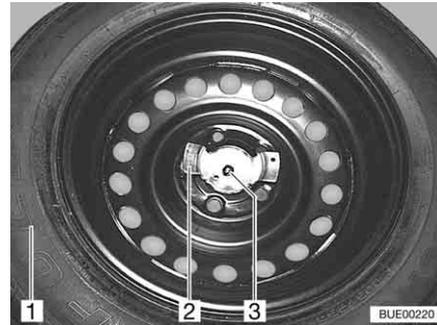

Bild 253 Ersatzrad-Befestigung
- Die beiden Muttern (Bild 253,2 und 3) abschrauben.
- Das Ersatzrad (Bild 253,1) dem Ersatzrad-Halter entnehmen.